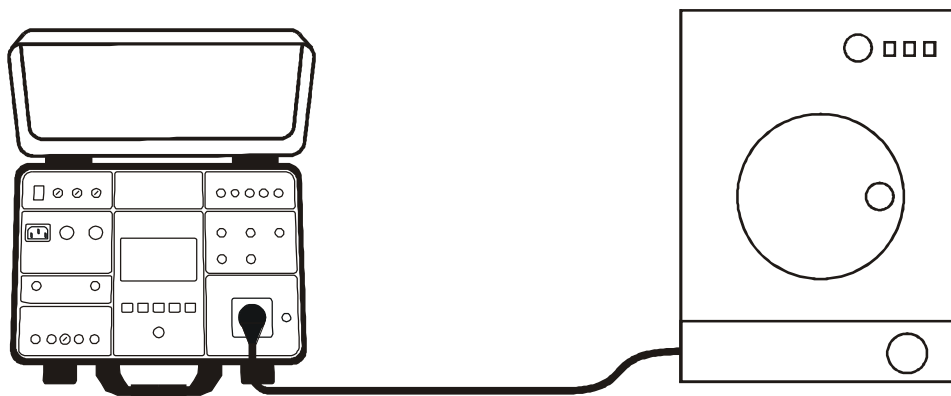

Fig. 63: Conexión de la UUT a la toma Schuko
7. Conecte la UUT a la toma Schuko de acuerdo con la Fig. 63